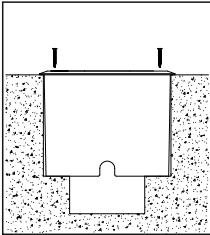

Рис. 5
- 5.15 Закрепите осветительный прибор в стакане с помощью болтов входящих в комплект поставки (рис. 5)